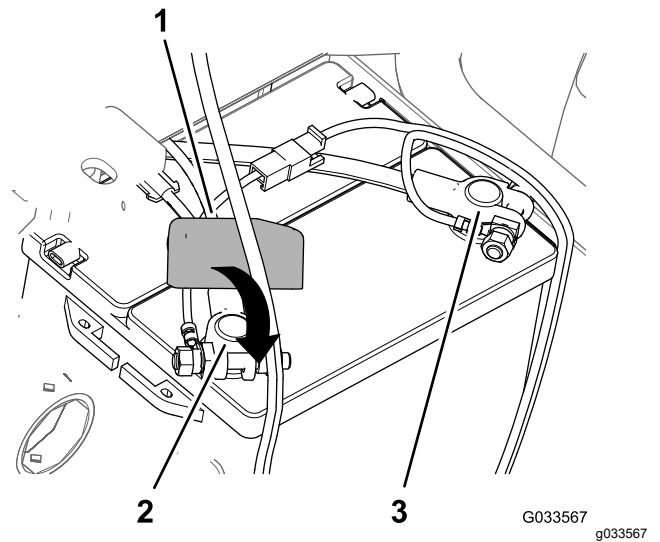

图 32
8. 将正极电池接线组装到电池正极并用手拧紧紧固螺母图 32。